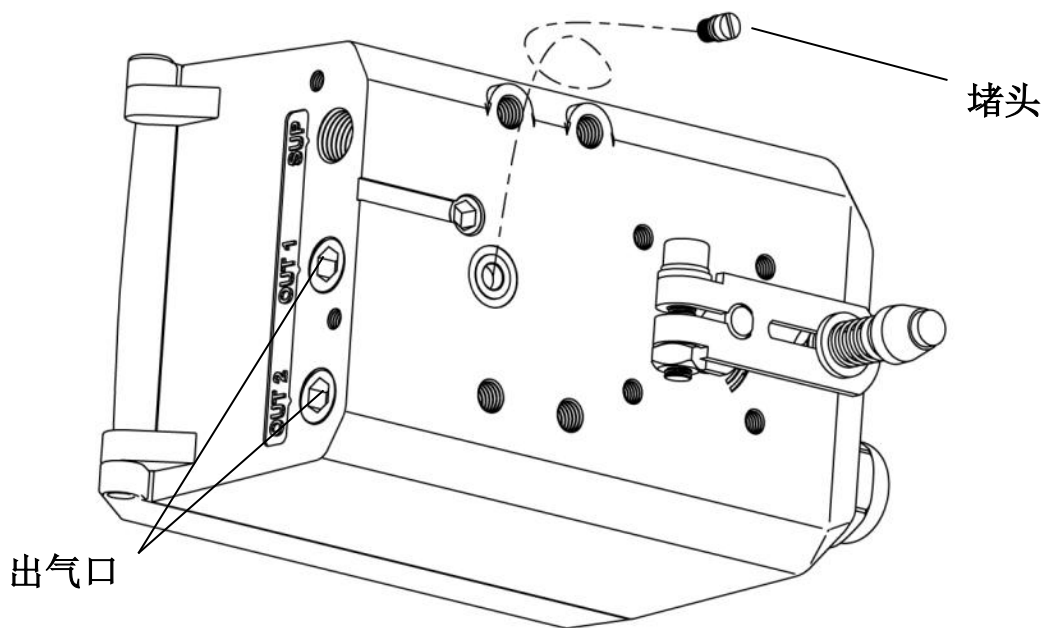

图 29. 堵头和出气口示意图
- 用一字螺丝刀拆除壳体背面的无管路连接口的堵头，用 1/4"堵头堵住出气口 OUT1 和 OUT2。如图 29 所示。